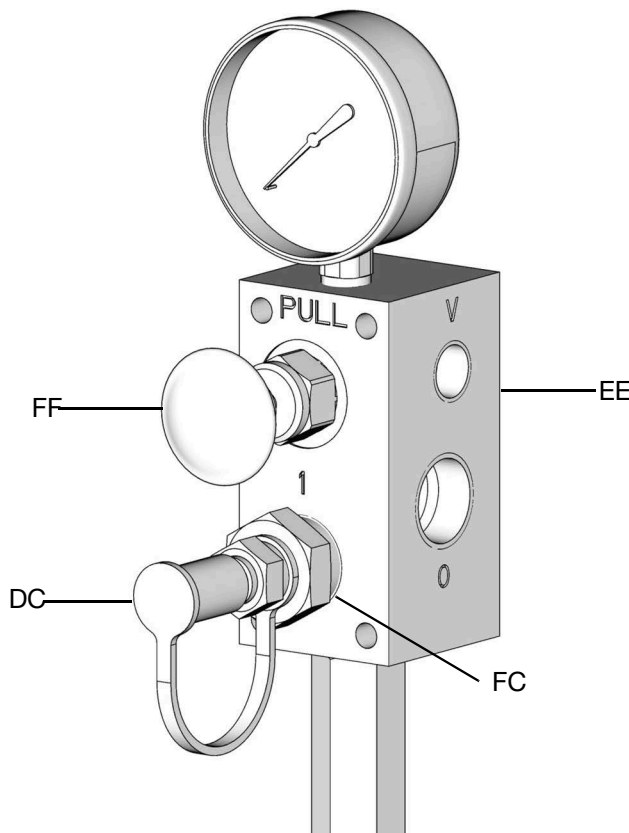

Рис. 15
3. Отсоедините пылезащитную крышку (DC) от соединительной муфты для заправки (FC), расположенной на клапане заполнения (EE) (Рис. 15).
4. Подсоедините линию подачи (GG) к насосу станции дистанционного заполнения (AA) и отверстию соединительной муфты для заправки (FC) с маркировкой «I» (Рис. 15).
7. Выключите насос станции дистанционного заполнения (AA).
8. Потяните за ручку сброса давления клапана заполнения (FF) и удерживайте ее в этом положении, пока не сбросится давление на линии между клапаном заполнения (EE) и клапаном защиты от переполнения (V), а также между насосом станции дистанционного заполнения (AA) и клапаном заполнения (EE).
9. Консистентная смазка, собранная в емкость для сброса давления из линии сброса давления (DD), должна быть утилизирована в соответствии с местными правилами.
10. Отсоедините линию подачи (GG) от соединительной муфты для заправки (FC) (Рис. 15).
11. Замените пылезащитную крышку (DC) на соединительной муфте для заправки (FC).